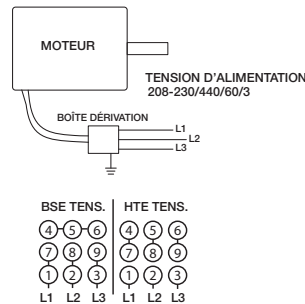

Figure 16 — Schéma de câblage
1. Raccorder l'alimentation conformément au NEC et tous les codes locaux. Voir le schéma de câblage à la Figure 16.